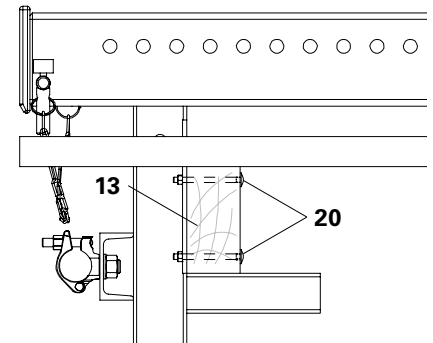

Fig. A1.10
- Timber 8 x 16 (13) (Fig. A1.10)